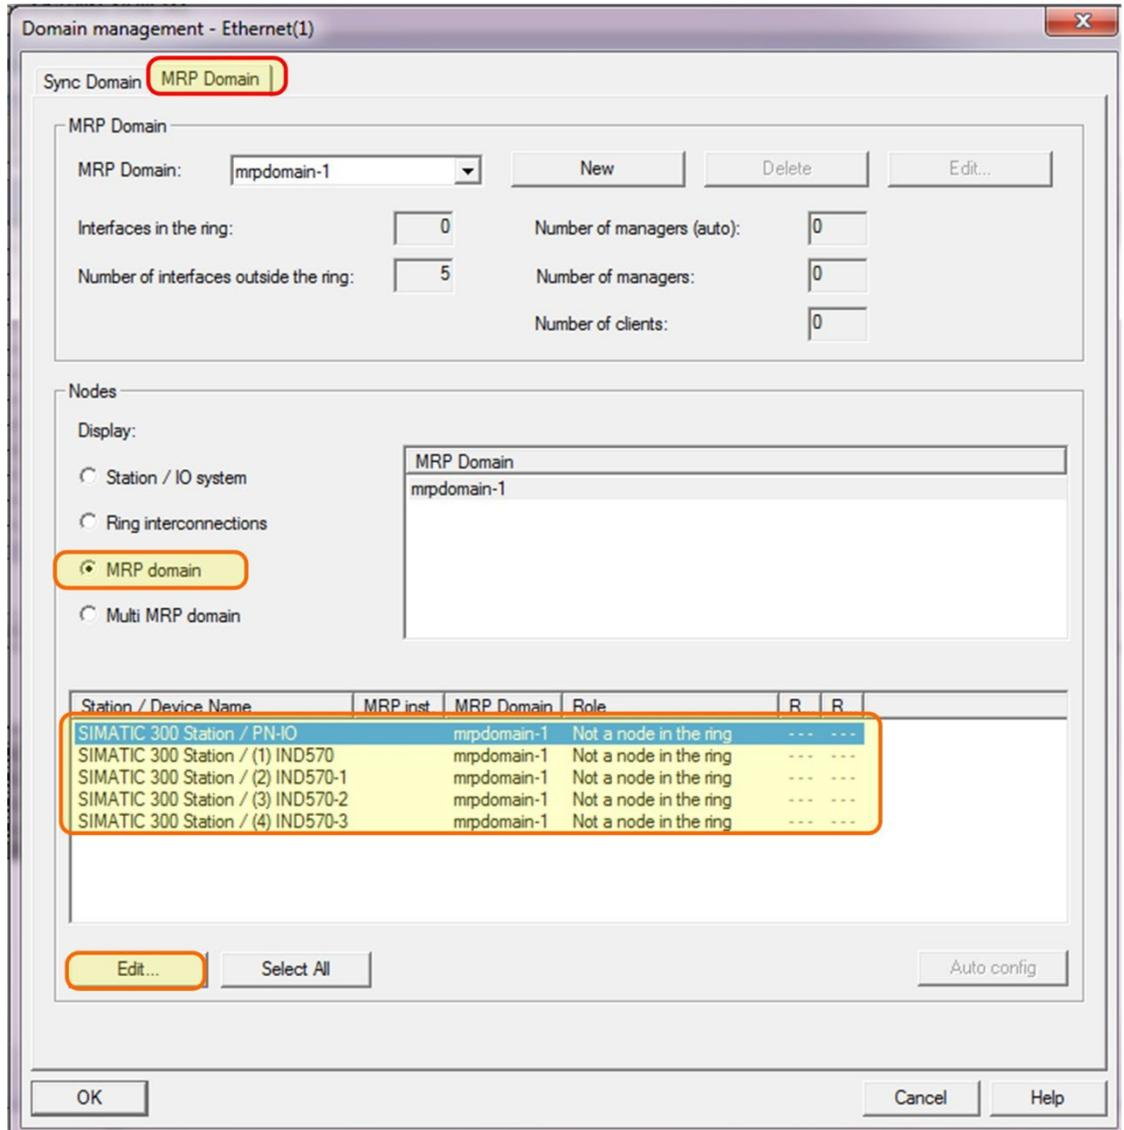

Figure 7-63 : Modification des propriétés du dispositif
2. Modifiez les propriétés de chaque dispositif selon la présentation de la Figure 7-63.